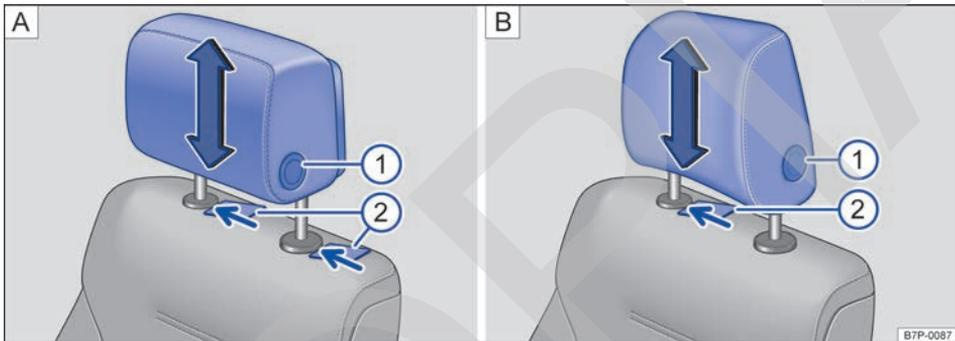

Fig. 62 Desmontaje de los apoyacabezas delanteros: **A**) Apoyacabezas con ajuste longitudinal y **B**) apoyacabezas sin ajuste longitudinal.
- Para desbloquear el apoyacabezas, utilice un objeto plano, p. ej., una tarjeta de plástico → fig. 62 **A**) **2**).
- Baje el apoyacabezas a la vez que presiona la tecla → fig. 62 [A] ①.
- Para desbloquear el apoyacabezas, utilice un objeto plano, p. ej., una tarjeta de plástico → fig. 62 [B] ②.
- A continuación extraiga el apoyacabezas de su soporte hacia arriba a la vez que presiona la tecla → fig. 62 [B] ①.
- Baje el apoyacabezas a la vez que presiona la tecla → fig. 62 [B] ①.